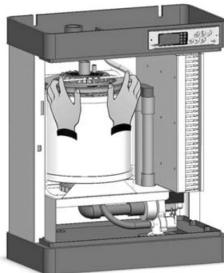

рис. 27
2. Отцепите переднюю пружину крепления от верхнего фланца пара и сдвиньте ее вниз [рис. 27, 28 и 29]